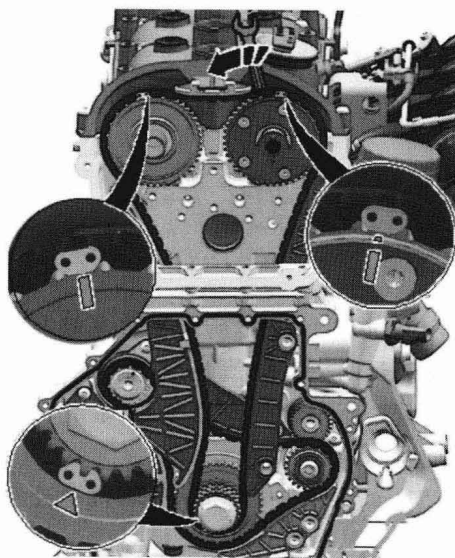

图 1-1-10
(8) 将凸轮轴正时链置于排气凸轮轴链轮上, 并将凸轮轴正时链的彩色链节与链轮的标记对齐 (图 1-1-10)。
(9) 将凸轮轴正时链置于曲轴上并对齐正时标记。
(10) 用扳手转动进气凸轮轴并将凸轮